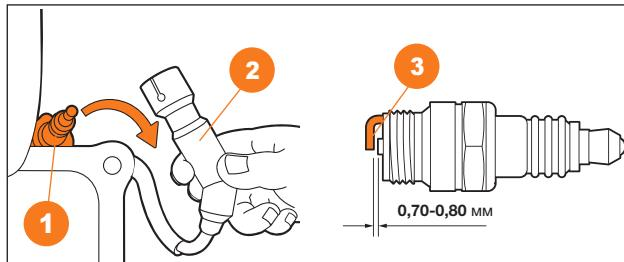

Рис. 22
- Снимите высоковольтный колпачок **2** свечи зажигания **1** (Рис. 22).